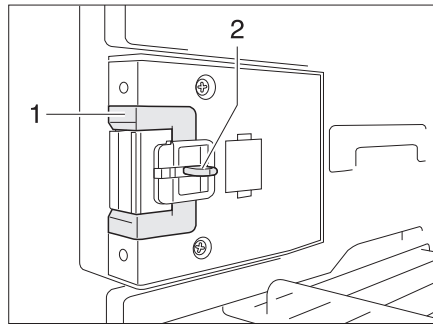
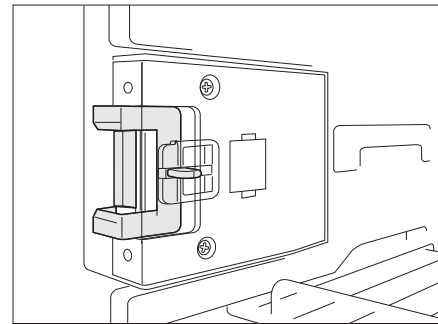

Bild 252 Verschlusseinrichtung in Normalstellung
Bild 253 Verschlusseinrichtung in Lüftungsstellung
- Die Entriegelung (Bild 252,2) eindrücken.
- Die Verschlusseinrichtung (Bild 252,1) nach vorn schieben (Bild 253).